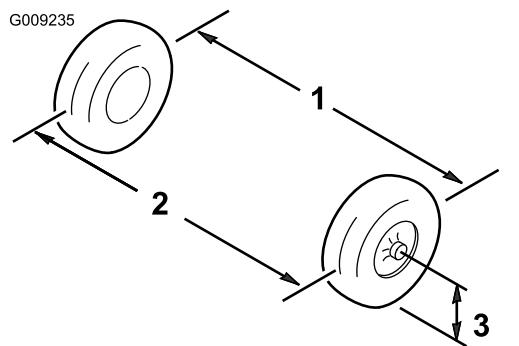

Рисунок 40
- Измерьте расстояние между обеими переднимишинами на уровне моста, с передней и задней стороны передних шин (Рисунок 40).